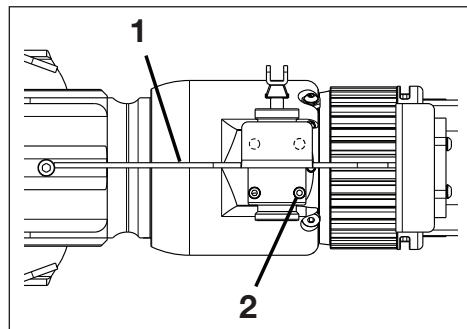

Abbildung 16, Distanzbügel (1) und Wegeventil-Schrauben (2)
Der Ölwechsel im Hydrauliktank des Schneidgeräts ist in den folgenden Schritten durchzuführen: Siehe Abbildungen 15A bis 15E und Abbildung 16:
10. Sobald das gesamte Öl abgelassen ist, entfernen Sie die drei Schrauben des Distanzbügels, und nehmen Sie den Distanzbügel von der Unterseite des Schneidgeräts. Siehe Abbildung 16.